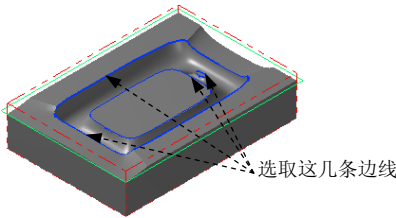

图 23.28 创建其余边界
(3) 单击  按钮完成指定边界 1 的创建。
Step2. 参照 Step1 所创建其余的边界，结果如图 23.28 所示。
- (2) 设置加工边界。在 **边界范围** 区域中单击  按钮，系统弹出“串连选项”对话框，选中 ☒ **接续** 复选框，在图形区中选取图 23.28 所示的边线。单击  按钮，系统返回至“刀具路径的曲面选取”对话框。
- (3) 单击  按钮，系统弹出“曲面精加工环绕等距”对话框。